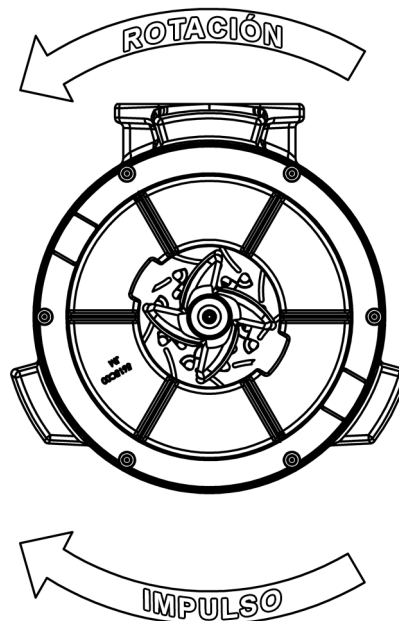

Figura 1
5. Conecte los cables de flotación y realice las terminaciones en los terminales correspondientes en la barrera con seguridad intrínseca (IS).
8. Verifique que la rotación de la bomba vaya en la dirección correcta, como se muestra en la figura 1. Si es correcta, continúe con el paso 9.